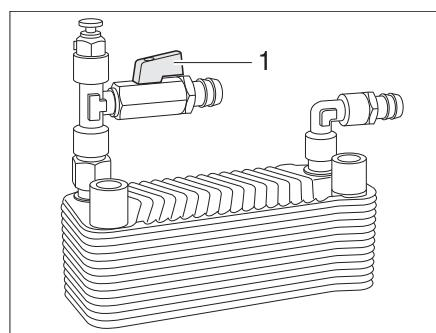

Fig. 329 Termocambiador Alde
- Colocar el tirador (Fig. 329,1) del grifo de cierre en paralelo a la tubería.
- Colocar el tirador (Fig. 329,1) del grifo transversalmente a la tubería.